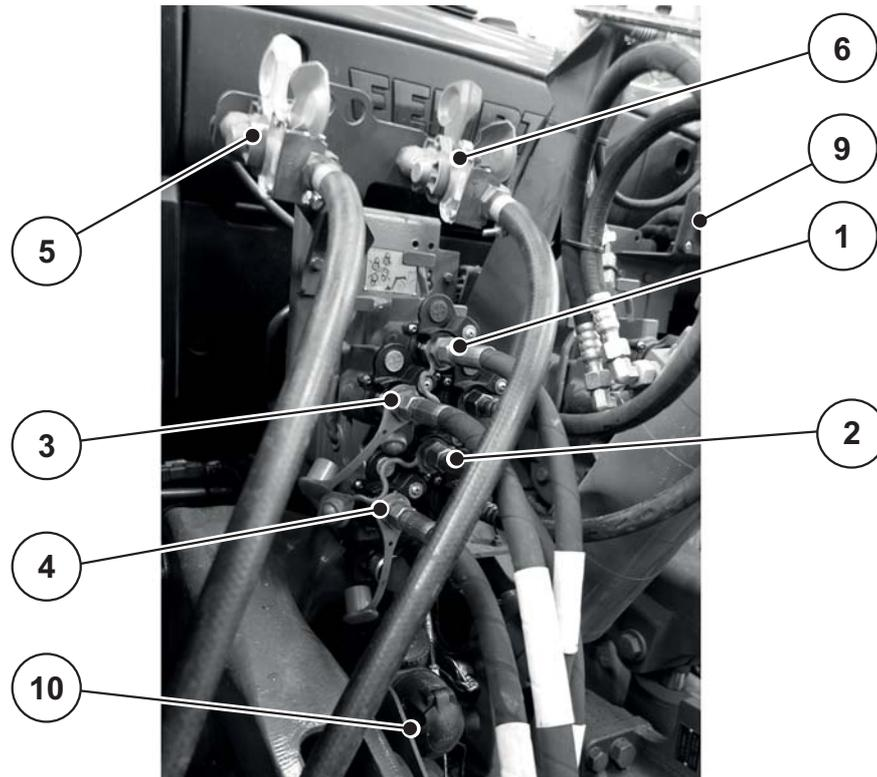

Bild 6.6: Anschlussreihenfolge der Maschinenleitungen an Traktor
- Beachten Sie die Anschlussreihenfolge: Siehe Bild 6.6.